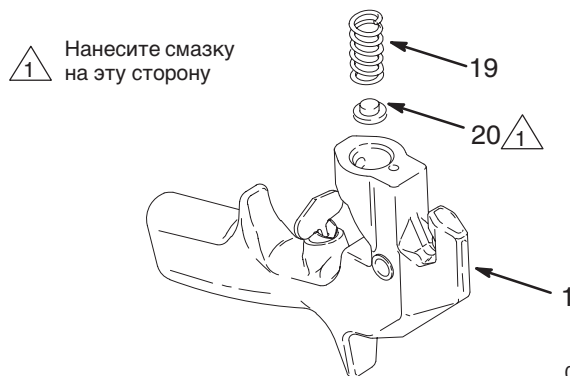

Рис. 17 03979
5. Если пружина (19) была вынута, то нанесите смазку на устройство натяжения пружины (20) и установите пружину. Опустите этот узел внутрь корпуса пистолета-распылителя (1). См. Рис. 17.